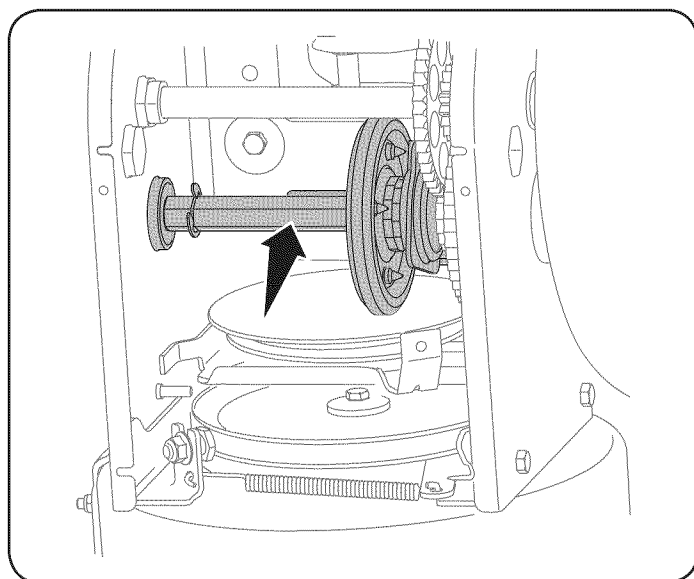

Figura 15
4. Aplique al eje hexagonal una capa ligera de una grasa multiusos apta para condiciones climáticas múltiples. Vea la figura 15.